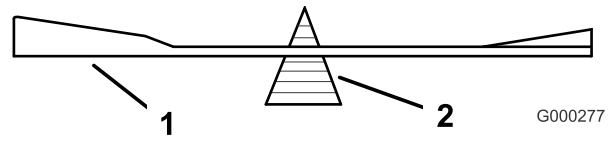

Figure 83
2. Vérifiez l'équilibre de la lame en la plaçant sur un équilibre (Figure 83).